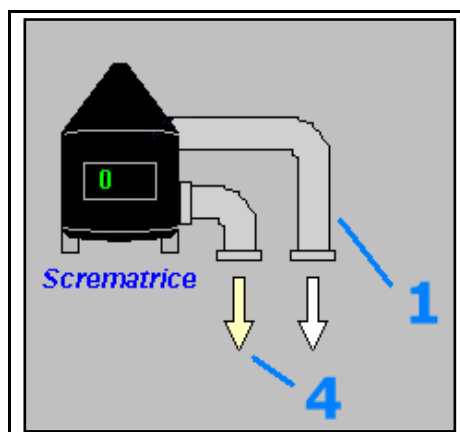
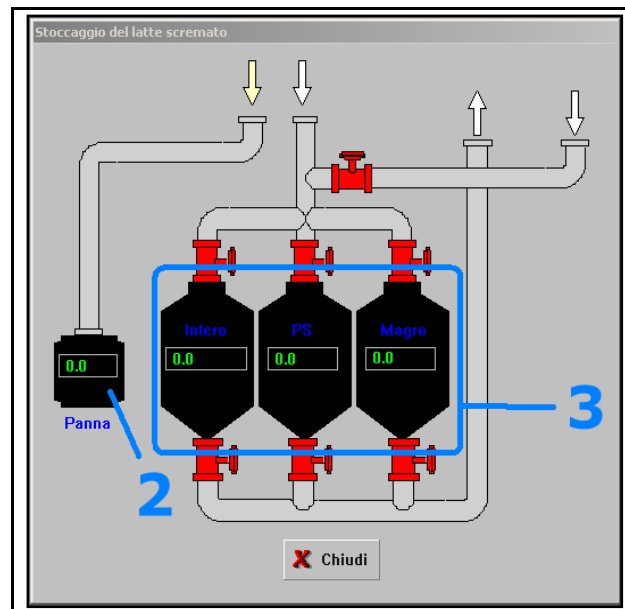

Figura 6
Figura 7
La scrematrice è collegata, attraverso delle condotte (figura 6) (1) al serbatoio della panna (figura 7) (2) e alla batteria di serbatoi per il latte scremato (figura 7) (3); tutti i dispositivi sono forniti di un'etichetta di visualizzazione del livello corrente.
Per visualizzare i serbatoi del latte scremato, basta cliccare sulle frecce poste sotto la figura della scrematrice (figura 6) (4), quello che si presenta è la batteria dei serbatoi, avente ognuno una valvola ed una condotta, sia in ingresso, che in uscita; tali serbatoi hanno capacità massima di 20000 litri e la loro utilità, verrà discussa nel capitolo "**I guasti**".